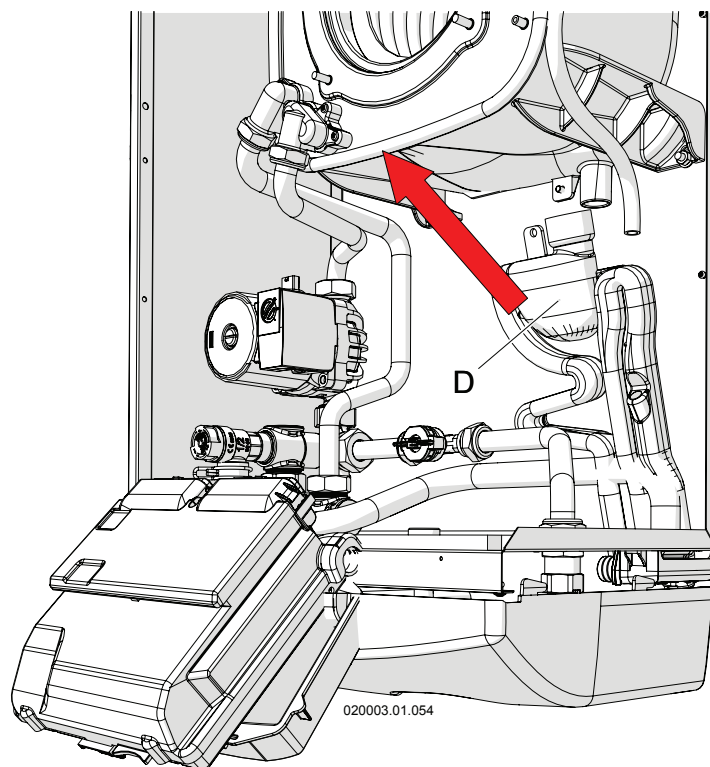

Figura 8-8 - Smontaggio sifone raccogli condensa
- 1.- con l'apparecchio acceso, aprire al massimo un rubinetto dell'acqua calda sanitaria in modo che il bruciatore si pone alla potenza massima e il livello di liquido presente all'interno del serbatoio del sifone "D" (vedi Figura 8-8), si abbassa;
- 7.- estrarre verso l'esterno il sifone (vedi Figura 8-8) facendo attenzione a scollegare i tubi di raccolta dell'acqua proveniente dalla parte superiore dell'apparecchio e dalla valvola di sfogo aria;